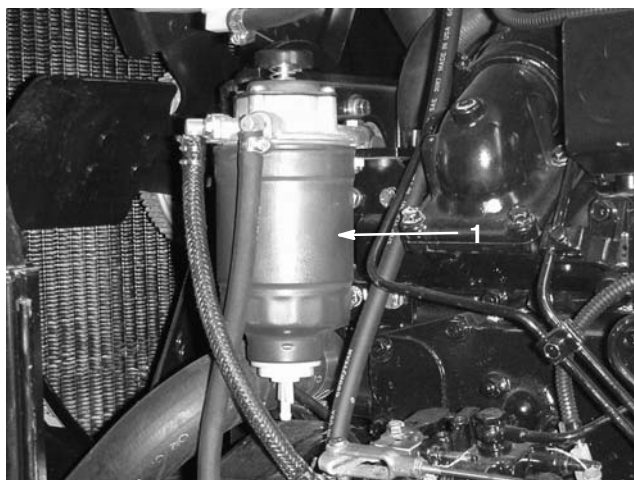

Figure 40
1. Localisez le filtre à carburant près du ventilateur, du côté gauche du moteur, et vidangez la cuvette d'eau chaque jour (Fig. 40).
2. Toutes les 400 heures de fonctionnement ou une fois par an, remplacez l'élément filtrant du filtre à carburant/séparateur d'eau (Fig. 40) et vidangez l'eau qui se trouve dans le réservoir de carburant. Appliquez du gazole propre sur le joint torique. Montez et serrez l'élément filtrant à la main.